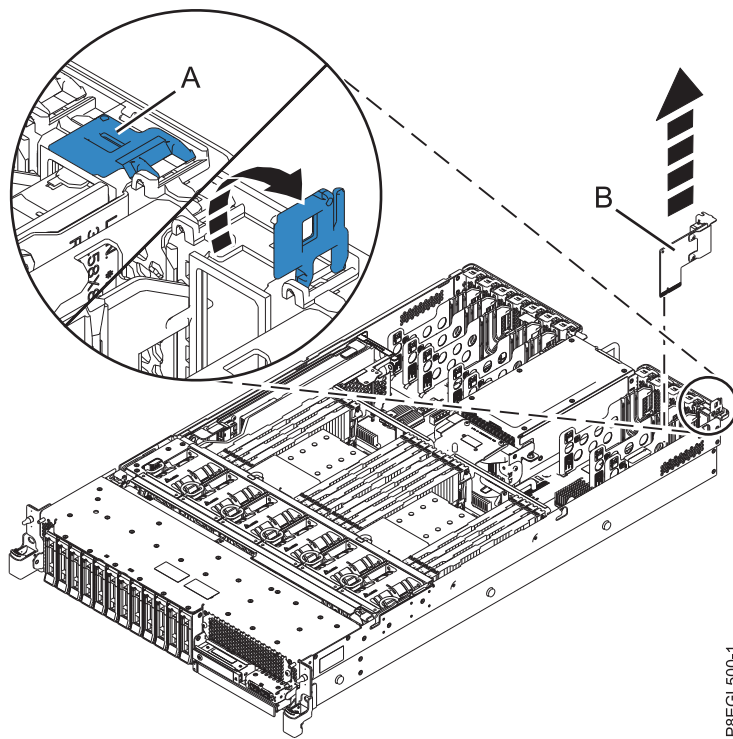

Figure 1. Retrait de la carte d'E-S système d'un système monté en armoire
2. Faites pivoter le taquet de verrouillage (A) dans la direction illustrée à la figure 1 pour déverrouiller la carte d'E-S système (B) à partir de l'emplacement de la cloison arrière du système.